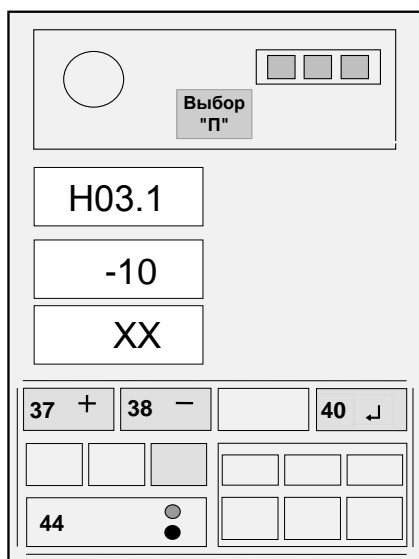

Рисунок 12 - Ввод температуры
Если величина измеренной температуры воздуха отличается от выдаваемой на средний ИЖЦ более, чем на 3 °С, нажатием кнопки 44 установить на верхнем ИЖЦ код "Н03.1" (см. рисунок 12), а затем, нажимая кнопки "+" (37) и "-" (38), установить, контролируя по показаниям среднего ИЖЦ, значение температуры, равное показаниям термометра.